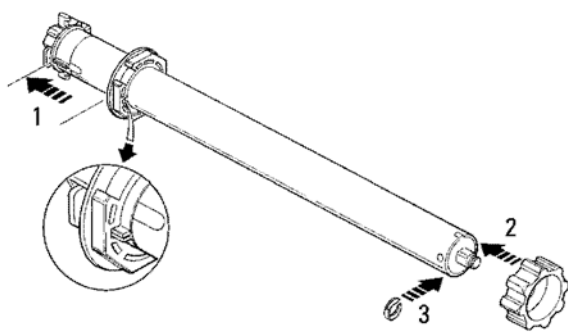

Рис. 1.3
2. Установите адаптер (D) на вал двигателя. Фиксация осуществляется 2 установкой стопорного кольца в паз вала (рис. 1.3).